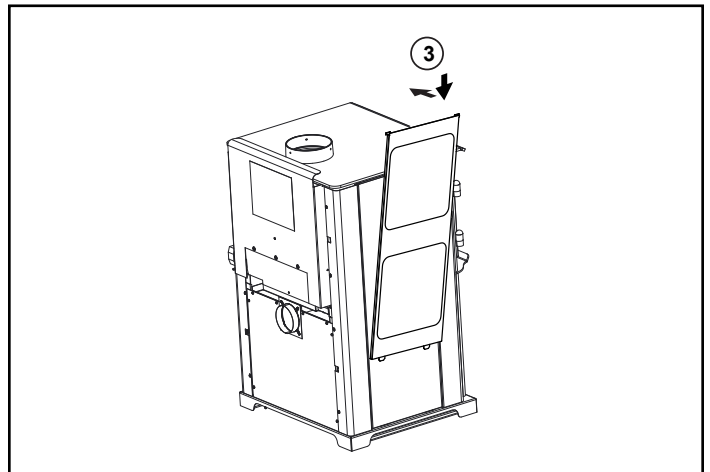

Figure 17.6
4. Fixez à nouveau le cadre des tuiles (**Figure 17.6**).